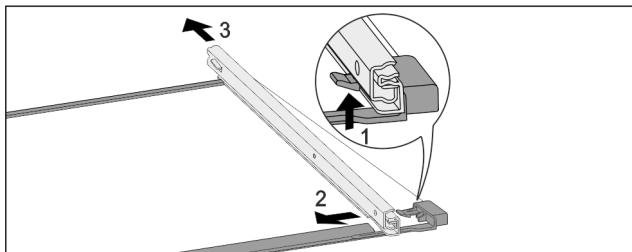

Fig. 77 Steklena plošča z vodili
- ▶ Sprednji zaskočni kaveljček potisnite navzgor. Fig. 77 (1)
- ▶ Izvlečno vodilo potisnite Fig. 77 (2) na stran Fig. 77 (3) in nazaj.